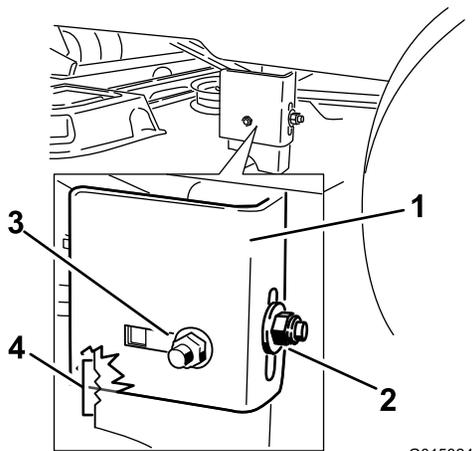

Figura 51
13. Cuando la carcasa esté en la posición deseada, apriete la tuerca de bloqueo trasera de la pletina de suspensión para fijar la posición nueva (Figura 51).